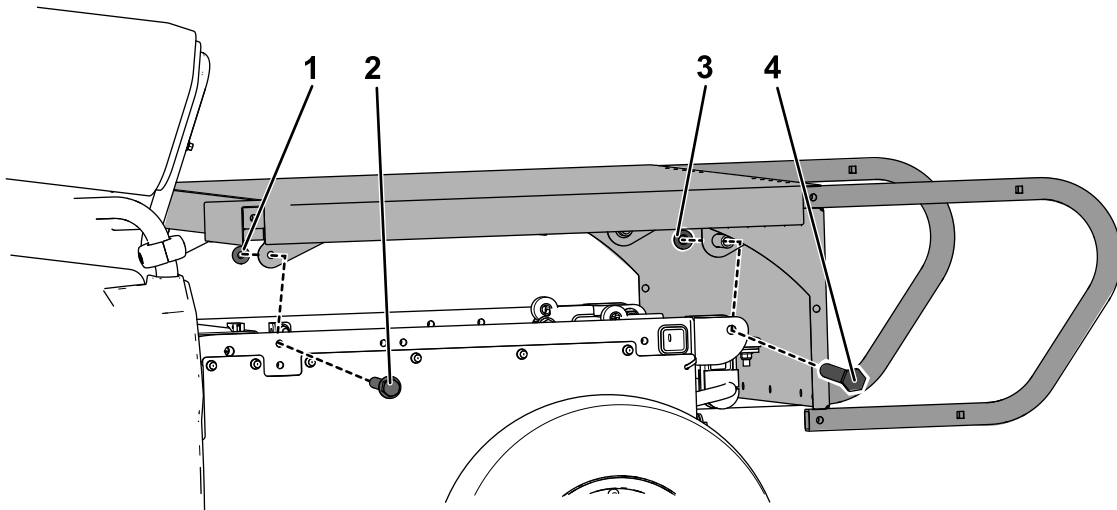

Figur 5
7. Ta bort de två flakspärrarna från maskinramen genom att ta bort de fyra flänsskruvarna ($3/8 \times 2 1/2$ tum) och de fyra muttrarna ($3/8$ tum) enligt Figur 5.